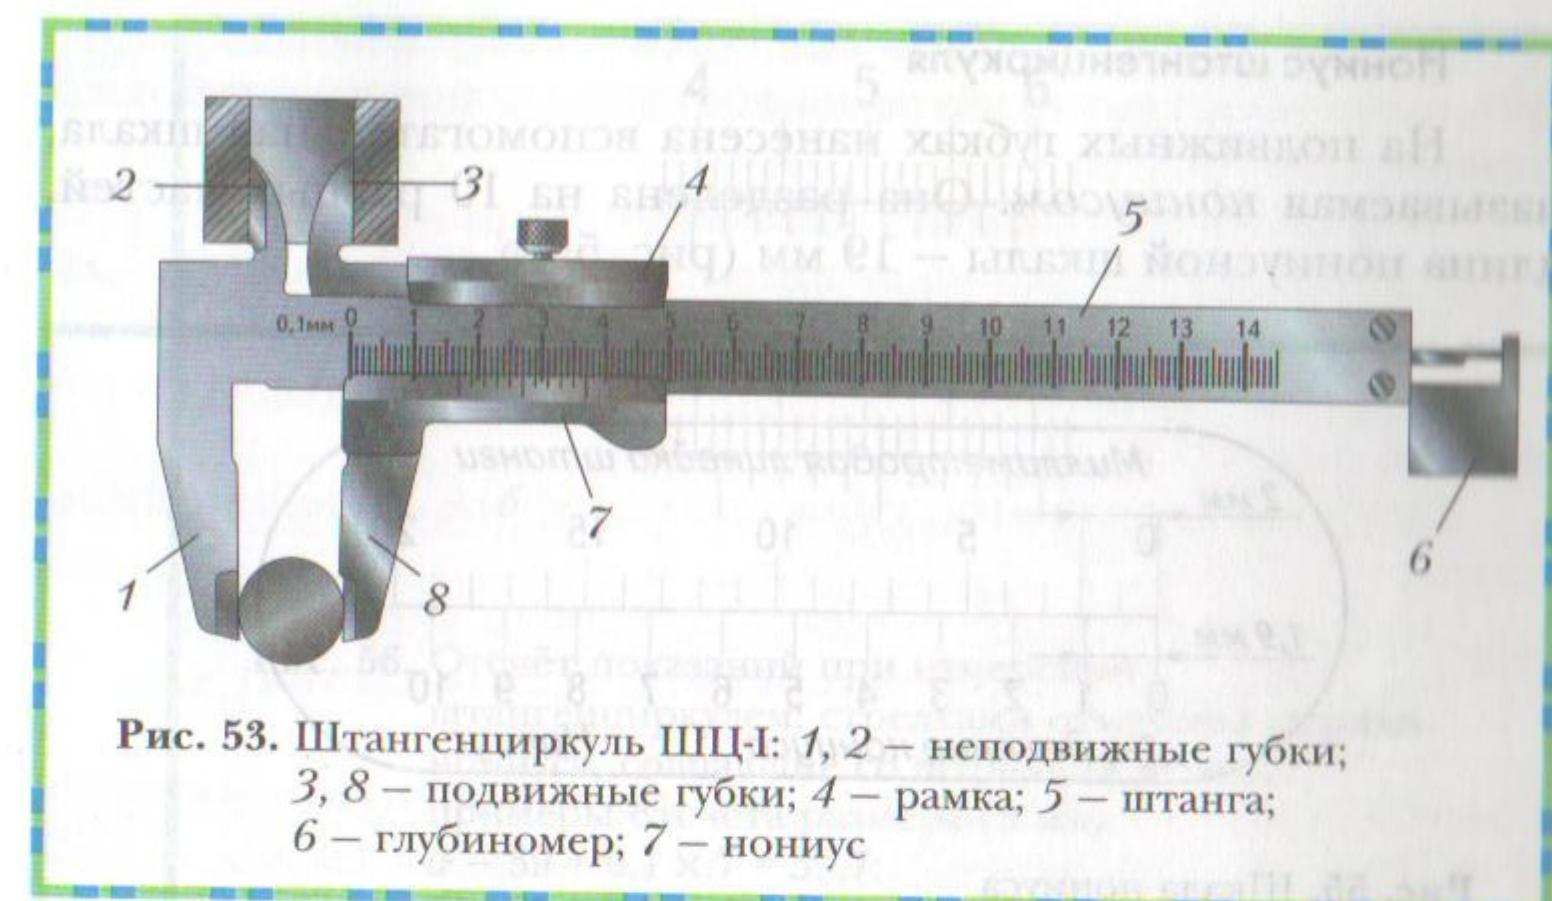

Рис. 53. Штангенциркуль ШЦ-І: 1, 2 — неподвижные губки; 3, 8 — подвижные губки; 4 — рамка; 5 — штанга; 6 — глубиномер; 7 — нониус
Штангенциркуль ШЦ-І (рис. 53) состоит из штанги с неподвижными губками (1 и 2), по которой перемещается рамка (4) с подвижными губками (3 и 8). Рамку можно закреплять в нужном положении стопорным винтом. На штанге (5) нанесены деления, которые образуют миллиметровую шкалу. Це-